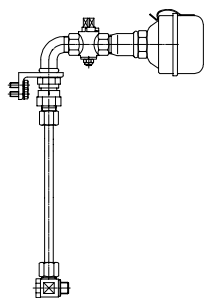

Fig. 11.2
4. Reinigung des Gasballastventiles (Fig. 11.2)
4. Cleaning of gas ballast valve (Fig. 11.2)
4. Nettoyage du lest d'air (Fig. 11.2)